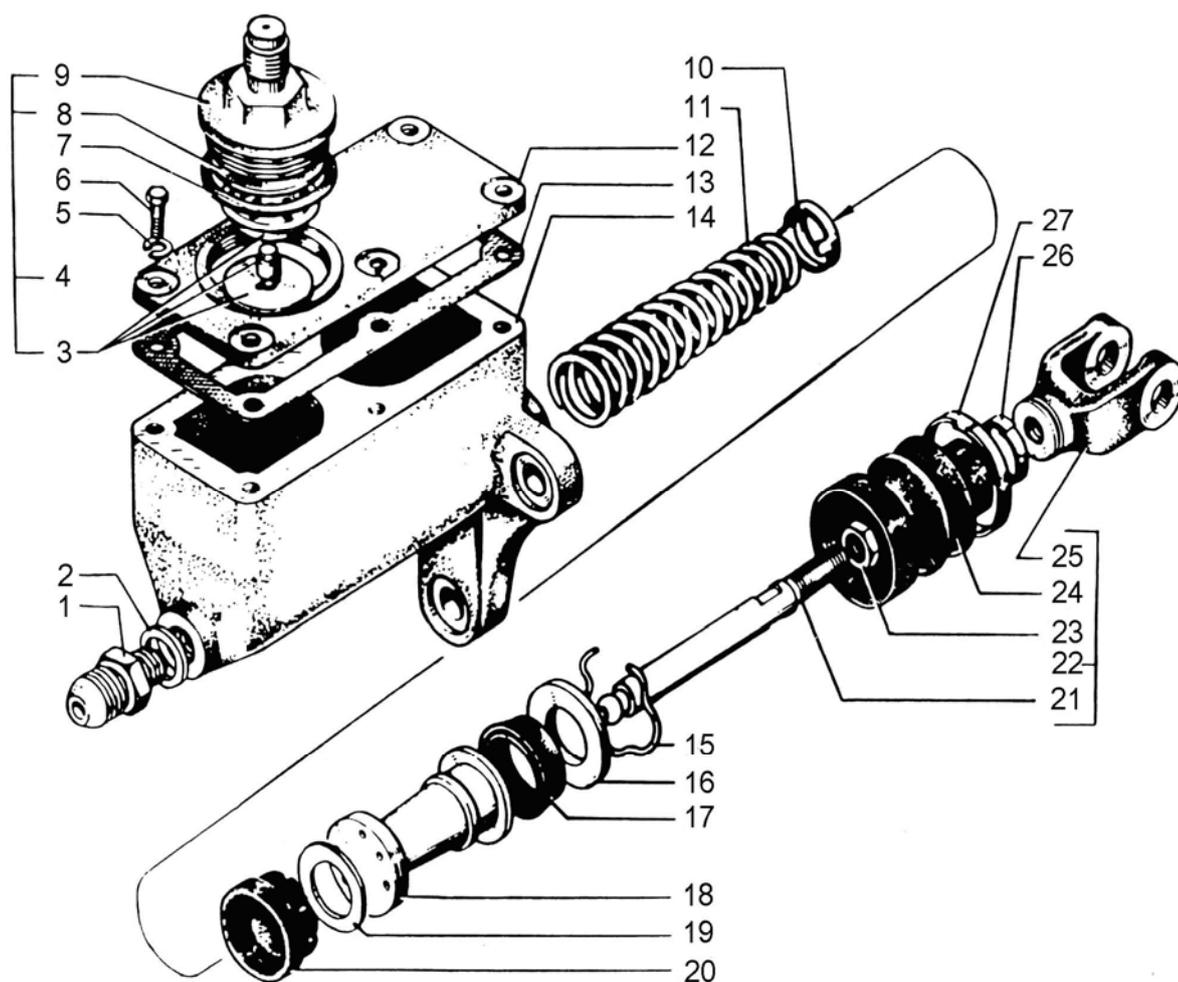

Рис. 5. Главный цилиндр выключения сцепления:
- взять из ЗИПа шланг для накачивания шин и подсоединить один его конец к наконечнику пробки 9 (рис.5), а второй – к клапану контрольного вывода 8 (рис.70);
2. Снять малое стяжное кольцо защитного колпака 24 (рис.5), снять защитный колпак, удерживая толкатель 22 поршня от проворачивания за лыски ключом. Отвернуть контргайку 23, вилку 25 толкателя и снять вилку.
- отвернуть пробку 9 (рис.5) и заполнить картер свежей тормозной жидкостью, в соответствии с химмотологической картой, после чего пробку 9 завернуть;
- подсоединить шланг для накачивания шин, одним концом на резьбовой конец пробки 9 (рис.5), а вторым – к клапану контрольного вывода;
- создать в полости цилиндра 14 (рис.5) давление сжатого воздуха в пределах 0,3 - 0,6 МПа (3 - 6 кгс/см²);
9. Долить жидкость в главный цилиндр до уровня на 15 - 20 мм ниже кромки заливного отверстия и плотно завернуть пробку 9 (рис.5).